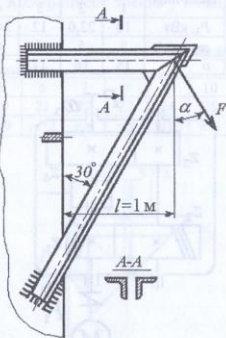

Рис. 50
1. Рассчитать сварное соединение двух уголков с плитой (рис. 50). Угол $\alpha = \pi/6$ рад, действующая на уголки сила *F* приведена в табл. 50.